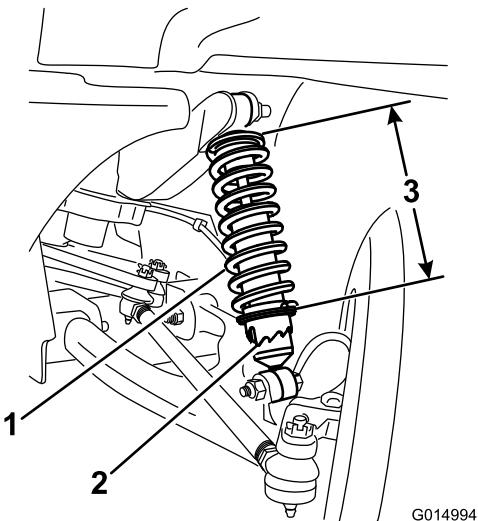

Рисунок 52
- Используя инструмент TORO 6010, поверните кольцо на амортизаторе, чтобы изменить длину пружины (Рисунок 52).